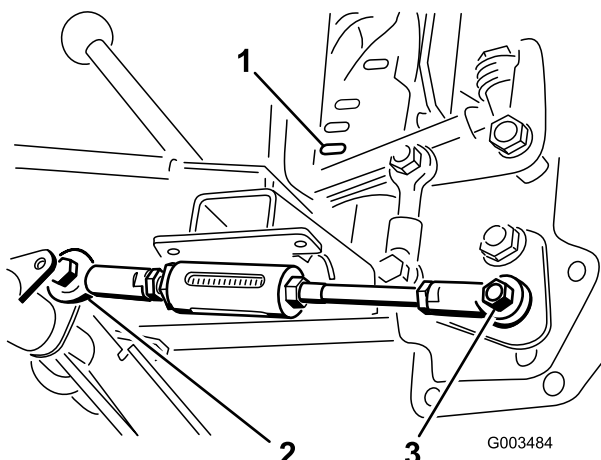

Figura 8
6. Spostare la stegola di sollevamento fino ad allineare il foro del giunto a sfera con il foro sul lato destro dell'asta regolabile sul tubo orientabile e fissare l'asta alla leva con un bullone (1/2 x 1-1/2 pollici) e un dado di bloccaggio (1/2 pollice), come illustrato nella Figura 8.